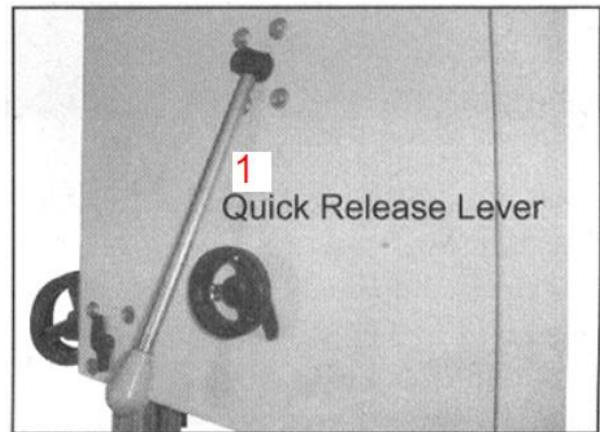

Рис. 14 Рычаг быстрого ослабления натяжения полотна пилы
- c) Снять натяжение полотна поворотом рычага быстрого ослабления натяжения полотна (*Рис. 14*) по часовой стрелке.
- f) Натянуть новое полотно поворотом рычага быстрого ослабления натяжения полотна (*Рис. 14*) против часовой стрелки и проверить траекторию движения полотна. Полотно должно проходить по центру шкива. Подробнее см. п. «Регулировка траектории движения полотна пилы».